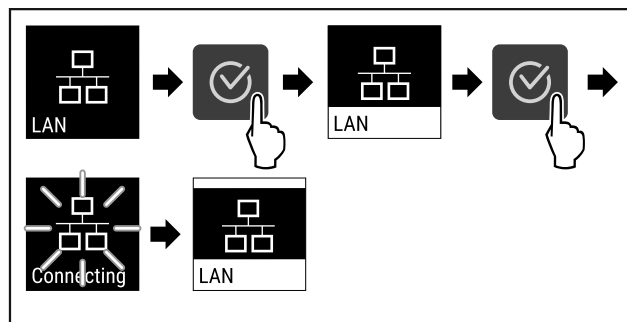

Fig. 81
- ▶ Genomför stegen (se Fig. 81) .